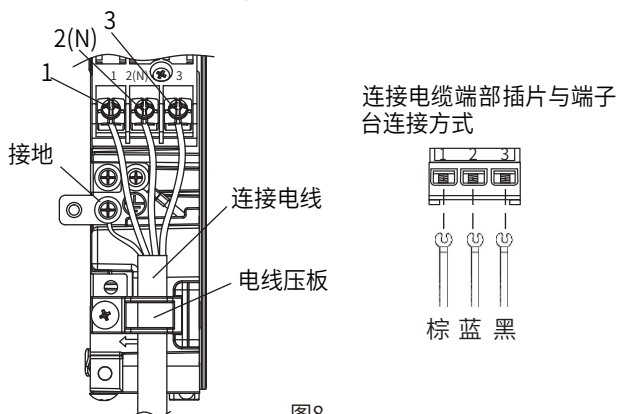

图8
- 如图8所示，分别按不同颜色的线牢固地固定到接线端子台对应的位置，紧固力矩：5kgf·cm。